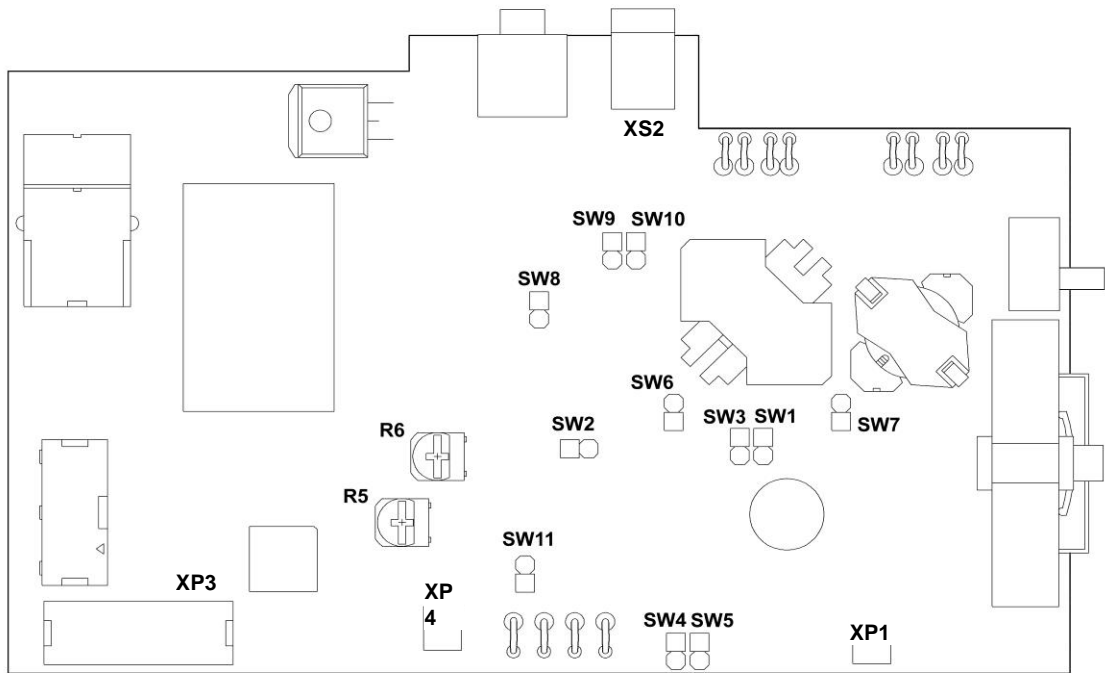

Рисунок 1 – Расположение режимных переключателей и разъёмов на плате ППСЦ
- пользуясь чертежом размещения переключателей (см. рисунок 1), с помощью перемычек, установить в соответствии с таблицей 4 необходимый режим работы ППСЦ.